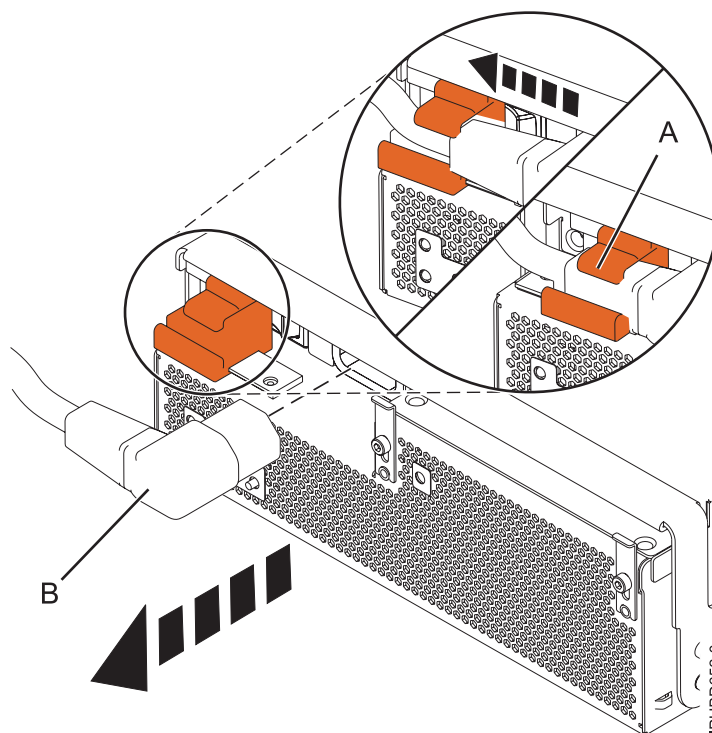

Figura 14. Desconexión del cable de alimentación de la parte frontal de una unidad de expansión
8. En la fuente de alimentación que desea extraer, deslice la pieza de sujeción de retención del cable hasta la posición de abierto (A) y luego desconecte el cable de alimentación (B), como se muestra en la Figura 14. Al mover la abrazadera hasta la posición de apertura, se apaga la fuente de alimentación.